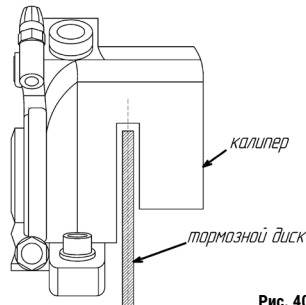

Рис. 40
- С помощью регулировочных винтов установите минимальный зазор между тормозными колодками и тормозным диском, одинаковый с обеих сторон (рис. 40).